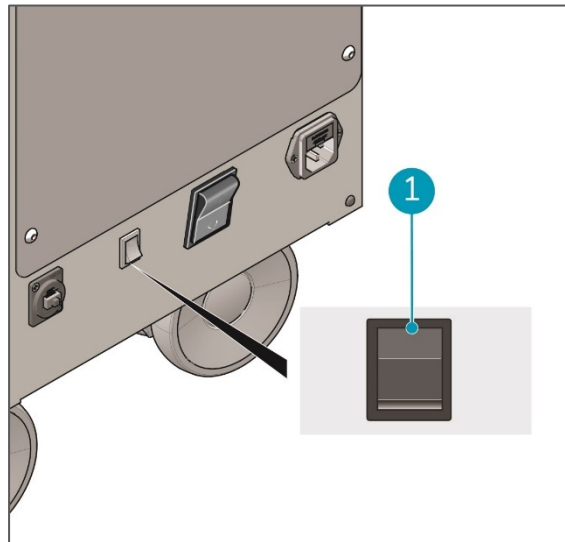

Abbildung 9
1. Drücken Sie den Schalter für die Frontlogo-Beleuchtung, um die Frontlogo-Beleuchtung einzuschalten (Abbildung 9, Pos. 1).
2. Drücken Sie den Schalter für die Frontlogo-Beleuchtung erneut, um die Frontlogo-Beleuchtung auszuschalten (Abbildung 9, Pos. 1).